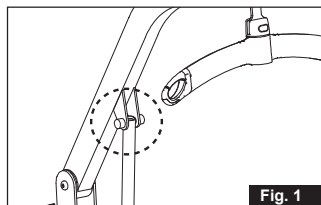

Fig. 1
- **Risco de imprimir a mão entre o pistão e o braço de elevação (fig. 1).**
1. Segure o gancho de elevação com a mão direita e pressione o botão amarelo com o polegar, conforme mostrado. A ranhura na parte superior do gancho deve facear a superfície (fig. 1).